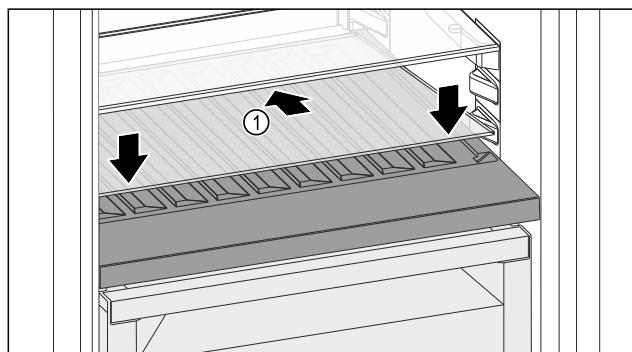

Fig. 143
- Поставете стъклена плоча Fig. 143 (1) косо и наклонена назад надолу.
- Спуснете стъклена плоча Fig. 143 (1) отпред.